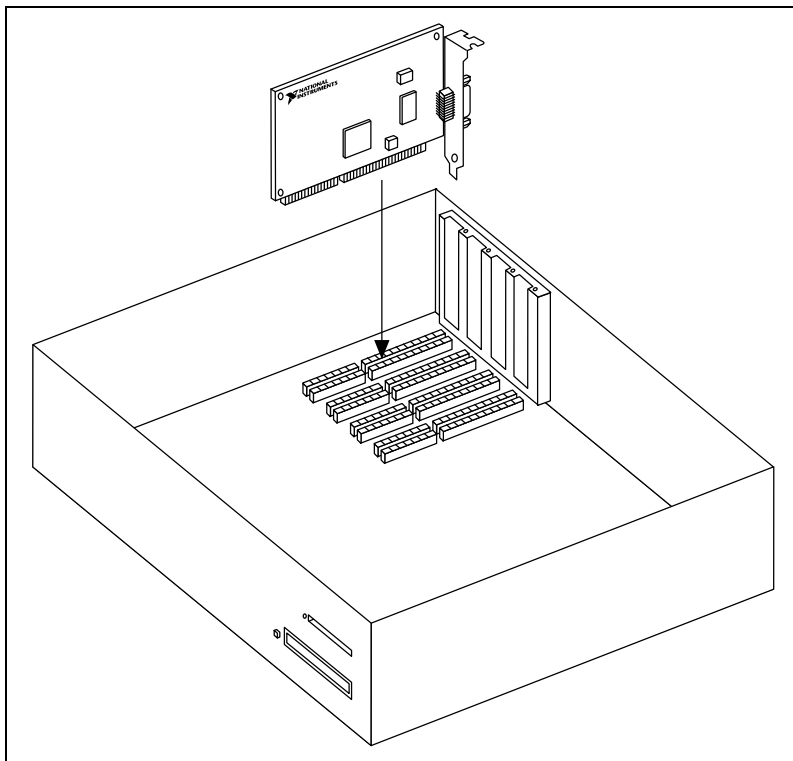

図 13. AT-GPIB/TNT (PnP) のインストール方法
5. 図 13 に示されているように、GPIB ボードの GPIB コネクタが背面パネルから突き出した状態で、ボードをスロットに差し込みます。きつい場合もありますが、無理にボードを押し込まないでください。